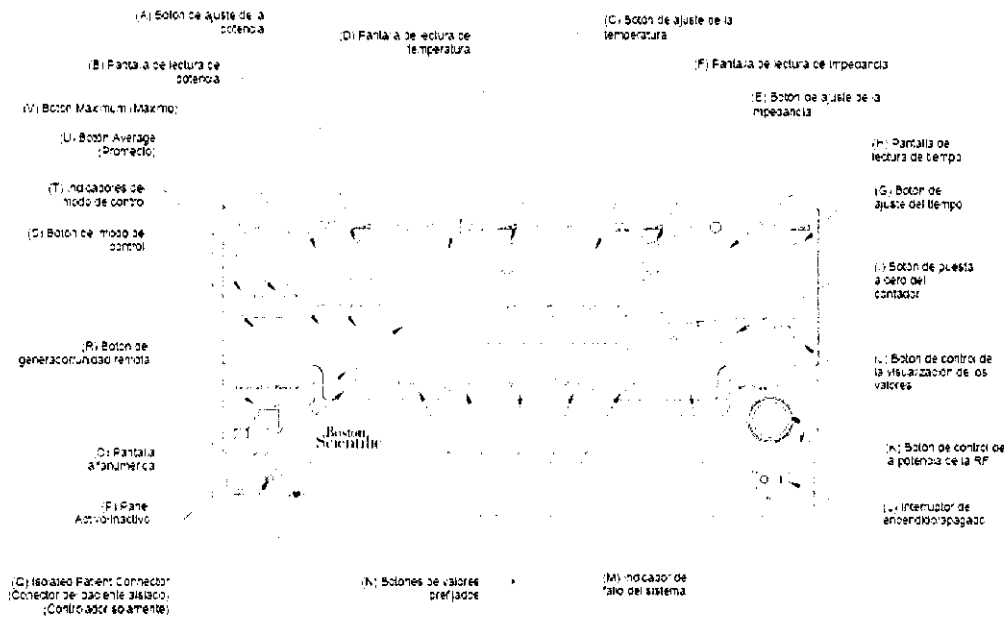

Figura 4-1: Panel delantero del controlador/unidad remota
Esta sección describe los controles del operador en el panel delantero del controlador y de la unidad de control remoto, tal y como se muestra en la Figura 4-1. A menos que se indique otra cosa, todas las funciones son idénticas para el controlador y la unidad de control remoto.
(A, Figura 4-1).
La pantalla de lectura de potencia muestra la energía de RF medida o prefijada; cuando se enciende el sistema, el valor por defecto de la potencia es cero (B, Figura 4-1).
En el modo de control de potencia, la banda disponible oscila entre 30 y 95°C y puede seleccionarse en incrementos de un grado (C, Figura 4-1).
- La pantalla de lectura de temperatura muestra el valor prefijado o medido de la temperatura. En el modo de STANDBY (Espera) se muestra el valor prefijado de la temperatura mientras que la medición de temperatura se muestra en el modo de DELIVERY (Suministro). En el modo de control de temperatura, el valor prefijado por defecto de la temperatura es 30°C al encender el sistema (D, Figura 4-1).
- El botón de ajuste de la impedancia se usa para aumentar o disminuir el límite superior de la impedancia. El rango de control oscila entre 150 Ω y 300 Ω , en incrementos de un ohmio (E, Figura 4-1).
La pantalla de lectura de la impedancia muestra el límite prefijado o medido en ohmios. En el encendido, el valor por defecto de la impedancia es 300 Ω . En el modo de STANDBY (Espera) se muestra la impedancia fijada y en el modo operativo de DELIVERY (Suministro) se muestra la impedancia medida (F, Figura 4-1)
- El botón de ajuste del tiempo se usa para fijar la duración máxima de la aplicación de energía de RF. El rango de control oscila entre 1 y 120 segundos, en incrementos de un segundo. El valor por defecto es cero y se necesita un mínimo de 4 segundos para que se inicie el suministro de RF (G, Figura 4-1).